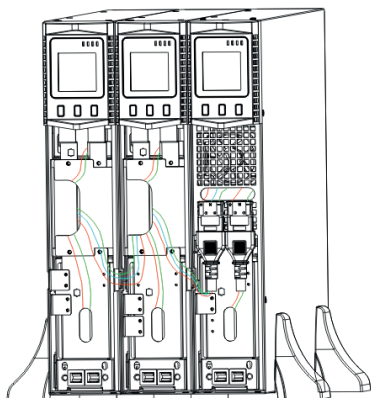

Figure 16 : Installation de l'ASI et deux compartiments des batteries supplémentaires (EBP)
## L'installation de l'ASI et des batteries supplémentaires (EBP) en référence à la Fig. 16
1. Installez les éléments de base et mettez dessus l'ASI et les compartiments de batteries supplémentaires, un par un, comme l'indique la Figure 16.